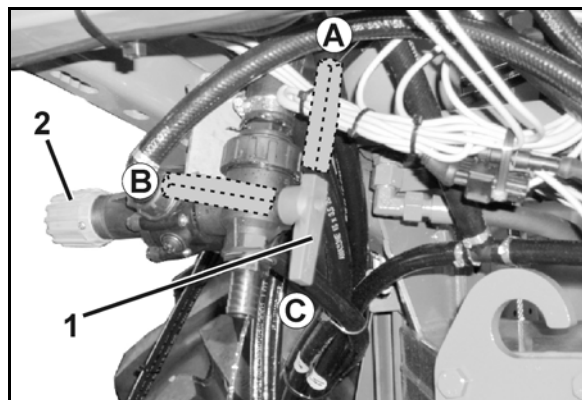

Bild 123
- DUS-inställningsvred (Bild 123/1).
- DUS-tryckbegränsningsventilen (Bild 123/2). DUS-tryckbegränsningsventilen är förinställd på fabriken och minskar trycket i tryckomloppssystemet till 1 bar.
- Om DUS-inställningsvredet står i läget (Bild 123/A) är tryckomloppssystemet tillkopplat.
- Om DUS-inställningsvredet står i läget (Bild 123/B) är tryckomloppssystemet fränkopplat.
- Om DUS-inställningsvredet står i läget (Bild 123/C) kan vätska tömmas ut ur växtskyddssprutan.